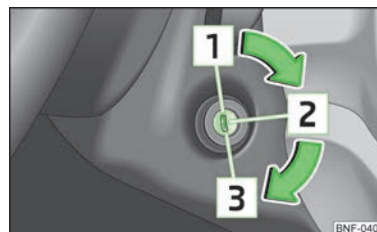

Bild 63
- Under färd med stoppad motor måste tändningsnyckeln alltid vara i läge  » bild 63 på sidan 54 (tändning tillslagen). Detta läge indikeras genom att kontrolllamporna lyser. Om detta inte är fallet, kan det hända att styrningen oväntat låses - olycksrisk!
Om **styrningen är låst** och nyckeln inte kan eller endast med svårighet kan vridas till position **[2]** » bild 63, skall ratten röras fram och tillbaka - rattlåset uppläses därigenom.
Tryck ner kopplingspedalen helt, slå till tändningen **[2]** och starta » bild 63 på sidan 54 - ge ingen gas. Håll kopplingspedalen nertrampad, tills motorn sätter igång.
Stäng av motorn genom att vrida tändningsnyckeln till position **[1]** » bild 63 på sidan 54.